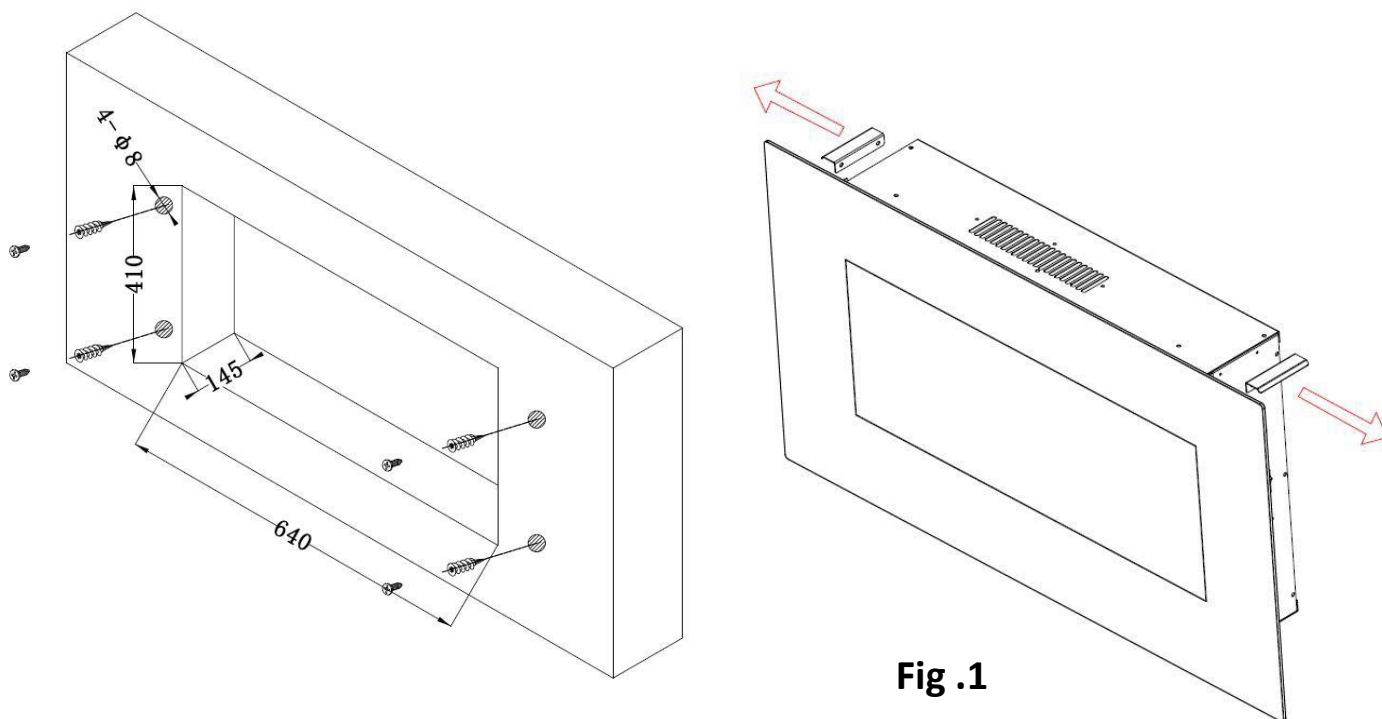

Fig .1
- C.** Plaats het apparaat met de voorkant naar beneden op een zacht, niet schurend oppervlak. Verwijder de beugel van de achterkant van het apparaat door de schroeven te verwijderen, zie Afbeelding 1.
Opmerking: verwijder de twee hendels voordat u de installatie uitvoert (zie Fig.1)